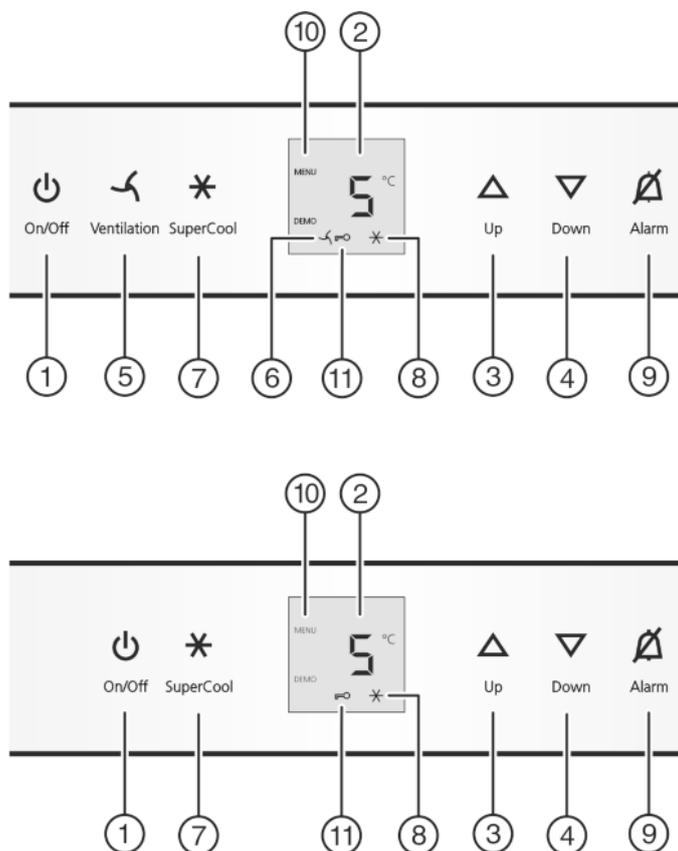

Fig. 2
- Appuyer sur la touche On/Off Fig. 2 (1).
- Activer le mode de réglage : appuyer env. 5 sec. sur la touche SuperCool Fig. 2 (7).
- Pour confirmer, appuyer brièvement sur la touche SuperCool Fig. 2 (7).
- appuyer brièvement sur la touche SuperCool Fig. 2 (7) pour activer la sécurité enfants.
- ▷ Le symbole Sécurité enfants Fig. 2 (11) est allumé. L'affichage **c** clignote.
- appuyer brièvement sur la touche SuperCool Fig. 2 (7) pour désactiver la sécurité enfants.
- ▷ Le symbole Sécurité enfants Fig. 2 (11) s'éteint. L'affichage **c** clignote.
- Désactiver le mode de réglage : appuyer sur la touche On/Off Fig. 2 (1).
- Appuyer sur la touche Alarme Fig. 2 (9).
- ▶ Augmenter la température : appuyer sur la touche de réglage Up Fig. 2 (3).
- ▶ Diminuer la température : appuyer sur la touche de réglage Down Fig. 2 (4).